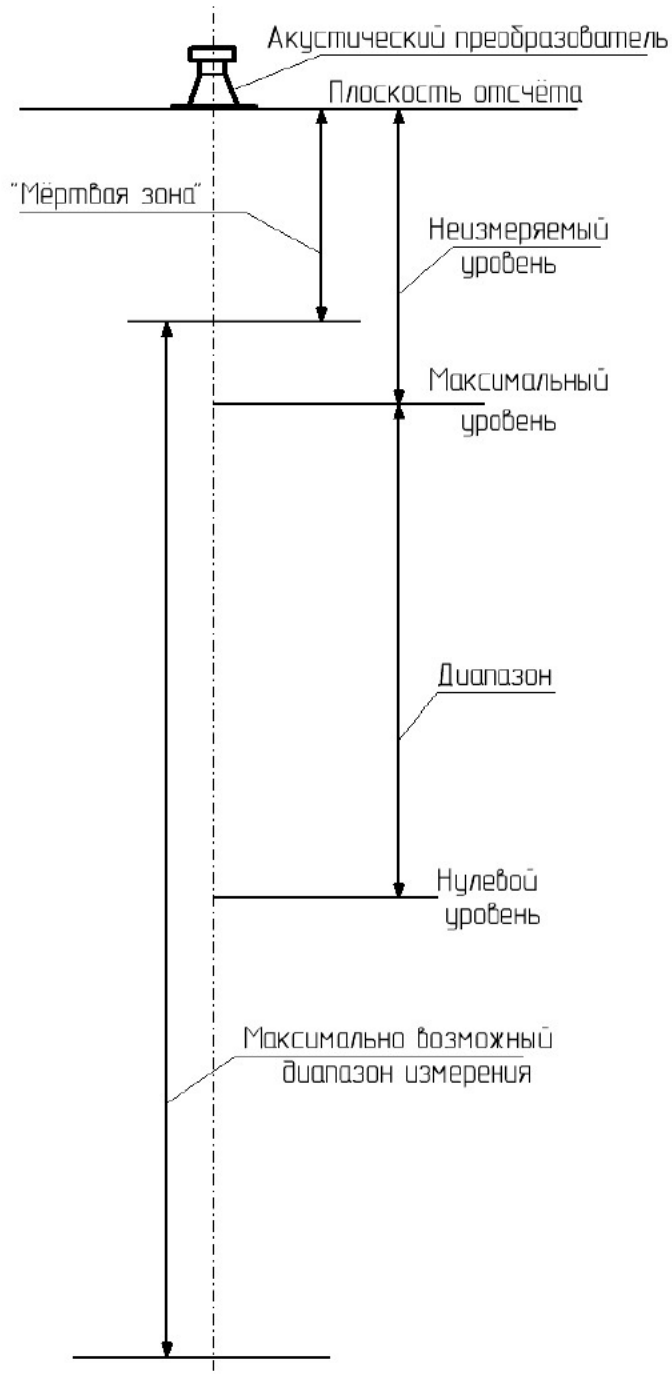

Рисунок 3.
**Плоскость отсчёта** - плоскость, от которой ведётся отсчёт всех измерений (рис.3).